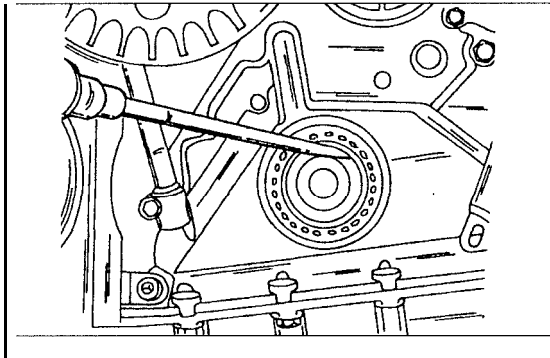

Bild 151
- Dichtring mit einem Schraubendreher aus dem Steuerdeckel herausdrücken. Einen dicken Lappen unter die Schraubenzieherklinge unterlegen, um den Deckel oder die Kurbelwelle nicht zu beschädigen (Bild 151).